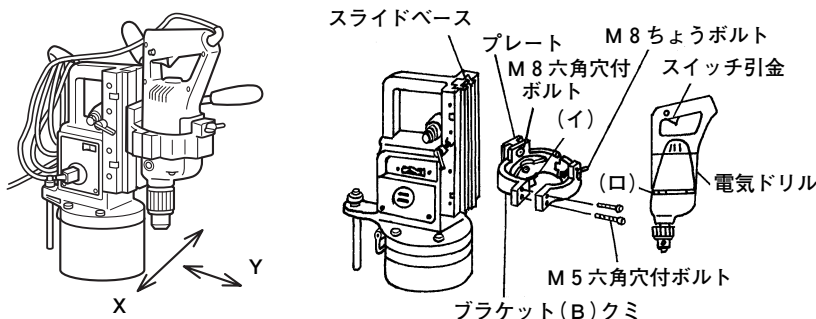
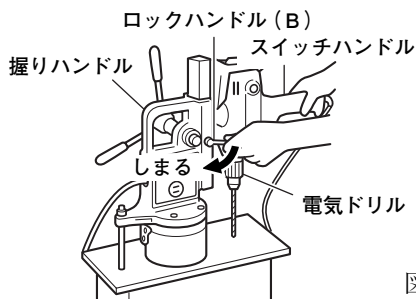

図 4
図 5
- (1) ブラケット (B) クミに取付けているプレートをスライドベースの溝に入れ、M8 六角穴付ボルトを締付けしっかりと固定します。なおブラケット (B) クミはスライドベースのほぼ中央に取付けてください。(図4)
- (2) ブラケット (B) クミのM5 六角穴付ボルト (2 本) をはずし、電気ドリルを取付けます。この時、ブラケット (B) クミ下側に出ている部分 (イ) を電気ドリルの風窓 (ロ) に入れ、上下方向の動きを止めます。
- (3) M5 六角穴付ボルト 2 本とM8 ちょうボルトを軽く締めながら、X、Y 方向の直角度を出します。さらに、M5 六角穴付ボルト 2 本を交互に締めながら Y 方向の直角度を調整します。再度 X 方向の直角度を確認し、出ていない時は同じ手順で調整してください。
- ・移動の際は、ロックハンドル (B) を軽く締付け、電気ドリルが動かないよう固定してください。(図5)